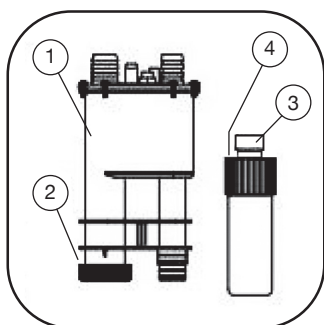

Рис. 3. Комплект сифона и расширительной секции
I. Проверьте комплектность деталей сифона и расширительной секции рисунок 3.